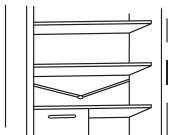

Abb.12
- Die Ablassleitung des Wassers (Abb. 12) im Kühlzrankbereich sauber halten, um Wasser darin zu vermeiden.